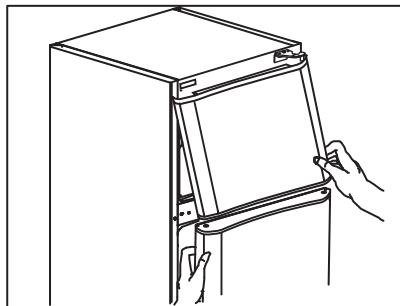

Рисунок 2.
- Отделите двери холодильной и морозильной камер от корпуса, потянув их на себя вместе со средним шарниром (Рис. 2).